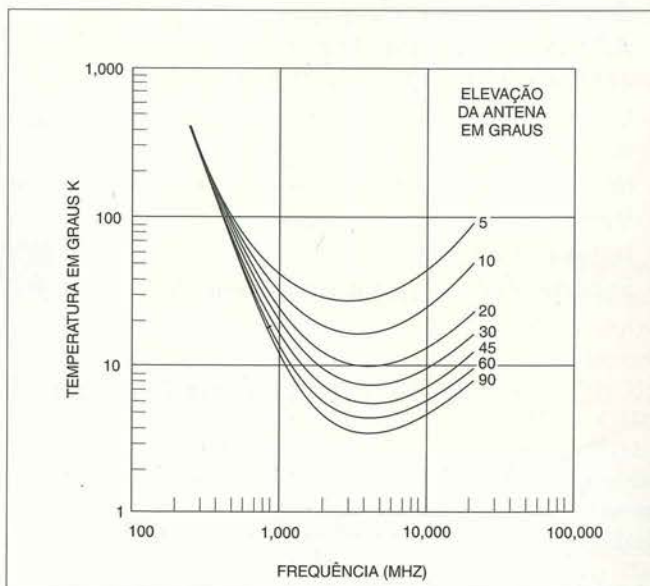

Figura 3: contribuição do céu para a temperatura de ruído das antenas
A figura 3 mostra a temperatura de brilho do céu obtida quando aponta-se uma antena de alto ganho para as várias regiões do céu e dividi-se a potência recebida por KB. Deste modo pode-se traçar mapas de contorno das temperaturas de corpos negros equivalentes para todo o céu. Na faixa de frequências de 64 MHz a 910 MHz o ruído galáctico é dominante e, na média, pode ser representado por:
Usando-se a equação 2 pode-se, então, definir para a antena uma temperatura equivalente de ruído. Note-se que, esta não é a temperatura física da antena, mas a temperatura que deveria estar em um resistor para gerar a mesma potência de ruído que a antena entrega em seus terminais. A figura 3 mostra que, dependendo da faixa de frequências de operação, a temperatura de ruído da antena pode variar de milhares de graus (HF) a alguns graus (faixa de microondas). Note-se que em baixas frequências as curvas convergem assintoticamente para a reta definida pela equação 3.